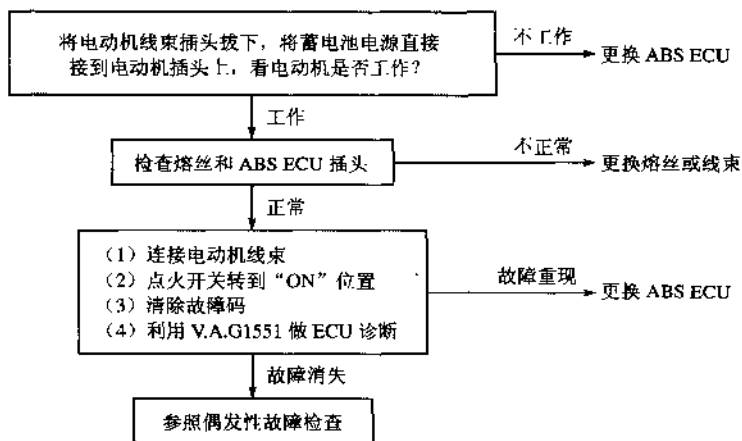

图 8.3 液压泵电动机不工作的故障检查与排除程序
(2) 故障码为 01276 时的检查排除步骤。如图 8.3 所示。
④ 若故障不重现则属于偶发性故障, 参照偶发性故障检查 (见图 8.3)。
(3) 故障码为 00283、00285、00290、00287 时的检查 (一)。